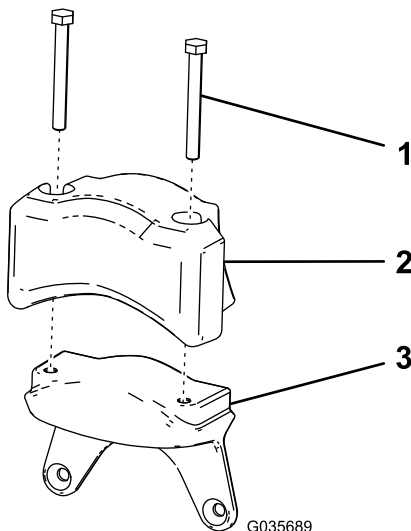

Figura 8
1. Montate il contrappeso elettrico e le 2 viti a testa cilindrica (5/16" x 23/4") che avevate rimosso nel passaggio Rimozione del contrappeso elettrico del motore \(pagina 4\) sulla nuova zavorra (Figura 8).